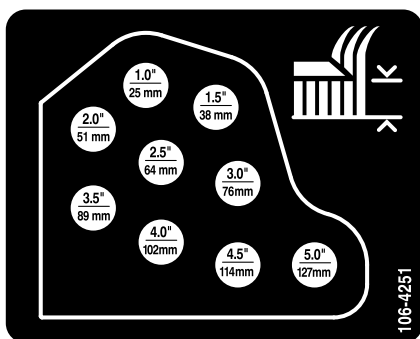

Figura 24
11. Montate le catene dell'altezza di taglio nel foro dell'altezza di taglio desiderata usando il perno con testa e la coppiglia (Figura 24).